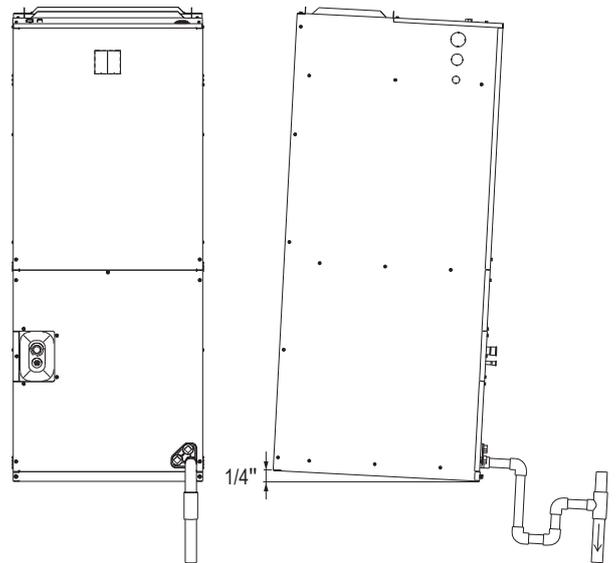
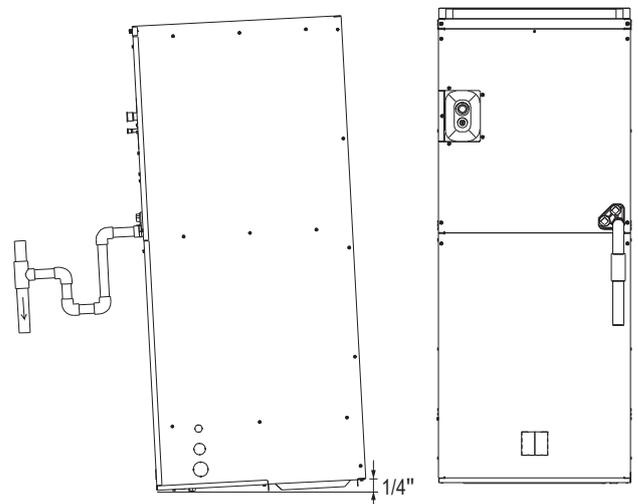
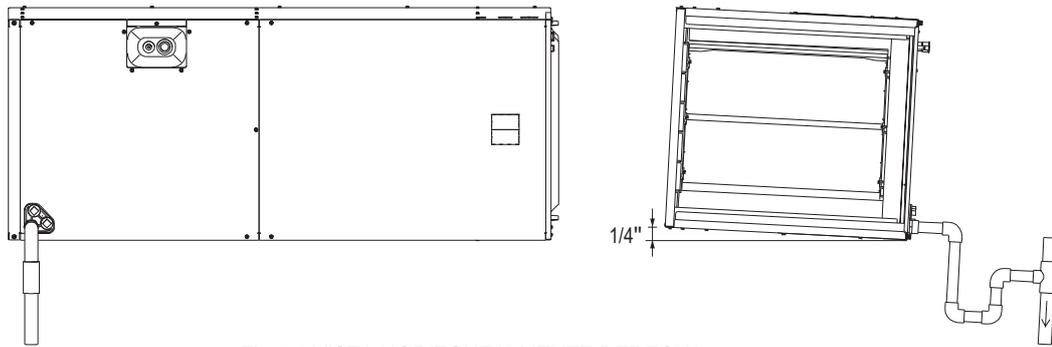
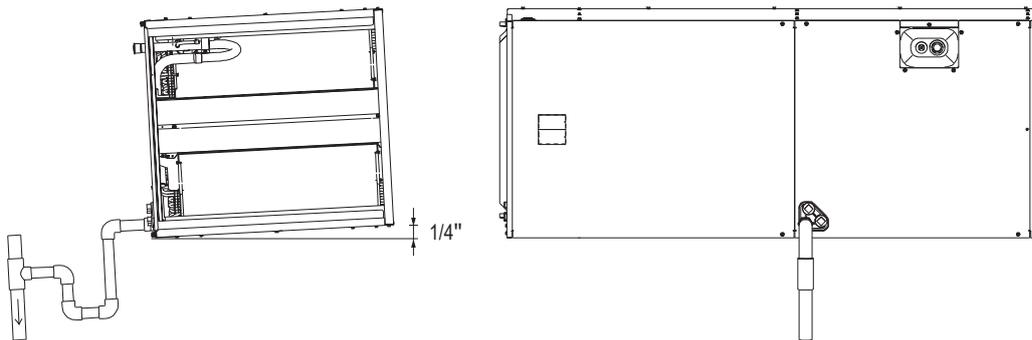

Fig.7-4 VISTA FLUJO SUPERIOR VERTICALMENTE
Fig.7-5 VISTA FLUJO INFERIOR VERTICALMENTE
Fig.7-6 VISTA HORIZONTALMENTE DERECHA
Fig.7-7 VISTA HORIZONTALMENTE IZQUIERDA
- Asegurar que la unidad está nivelada o inclinada ligeramente hacia la conexión de drenaje principal para que el agua salga completamente de la bandeja. Hasta una elevación adicional de 1/4" sobre el ancho o la profundidad de la unidad se permite para crear una elevación adicional hacia el drenaje. La unidad debe estar ubicada entre el nivel y la elevación de 1/4", la inclinación hacia las conexiones de drenaje. Ver Fig.7-4, Fig.7-5, Fig.7-6, Fig.7-7.